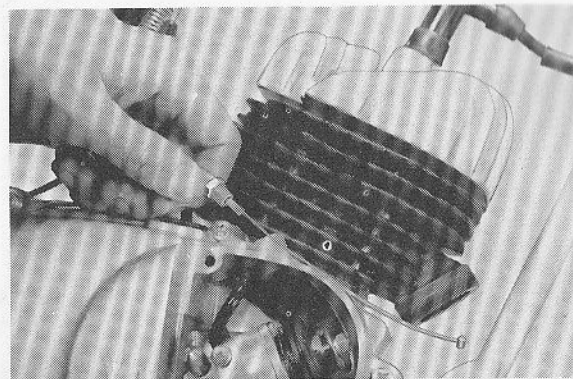

Fig. 3-1-11
4. Loosen wire adjuster locknut and remove adjuster and wire complete. (Fig. 3-1-11)
4. Desserrer le contre-écrou d'ajusteur de câble et enlever l'ajusteur et le câble complet. (Fig. 3-1-11)